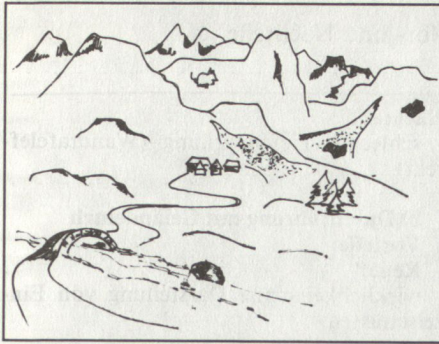

Bild 3
- auf einer Grundfolie ein stark coupiertes Gelände zeichnen (Bild 3) oder eine Ebene darstellen (Bild 4).